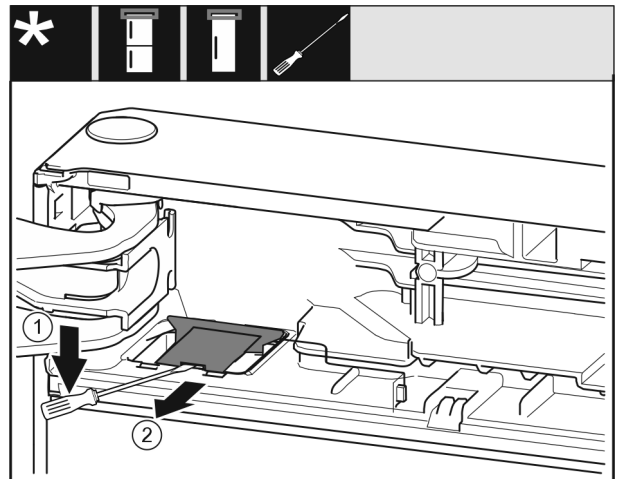

Fig. 9
- ▶ 使用带槽螺丝刀松开盖板，并将其抬起。 Fig. 9 (1)
- ▶ 取出盖板。 Fig. 9 (2)